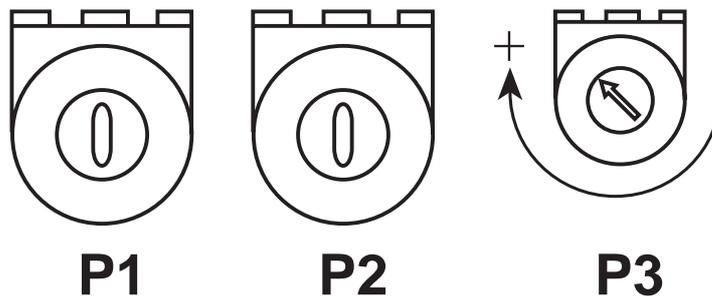

Fig. 24a
6.03 Dispositivi di regolazione (fig. 24a-24b)